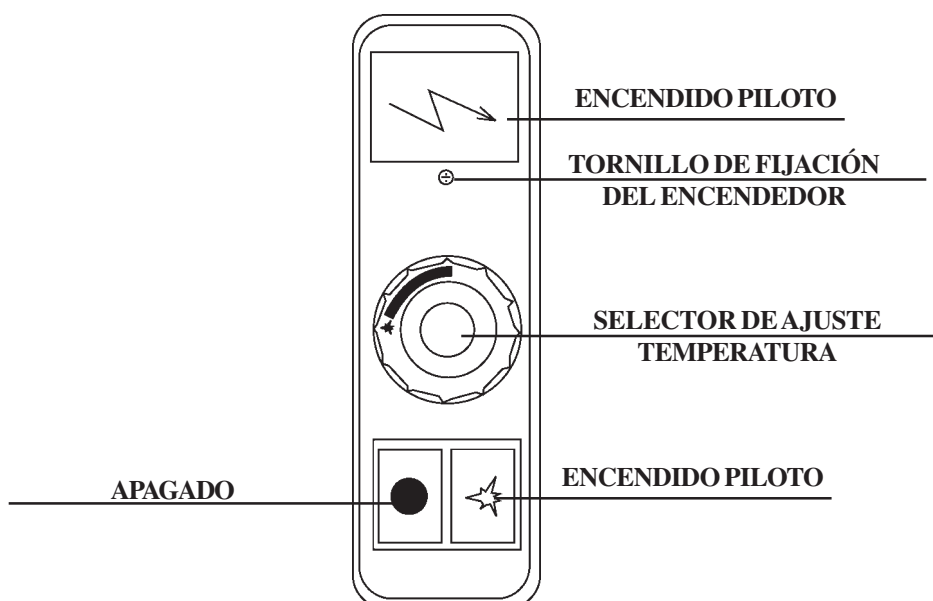

Fig. 10
5.1 ENCENDIDO PILOTO (FIG. 10)